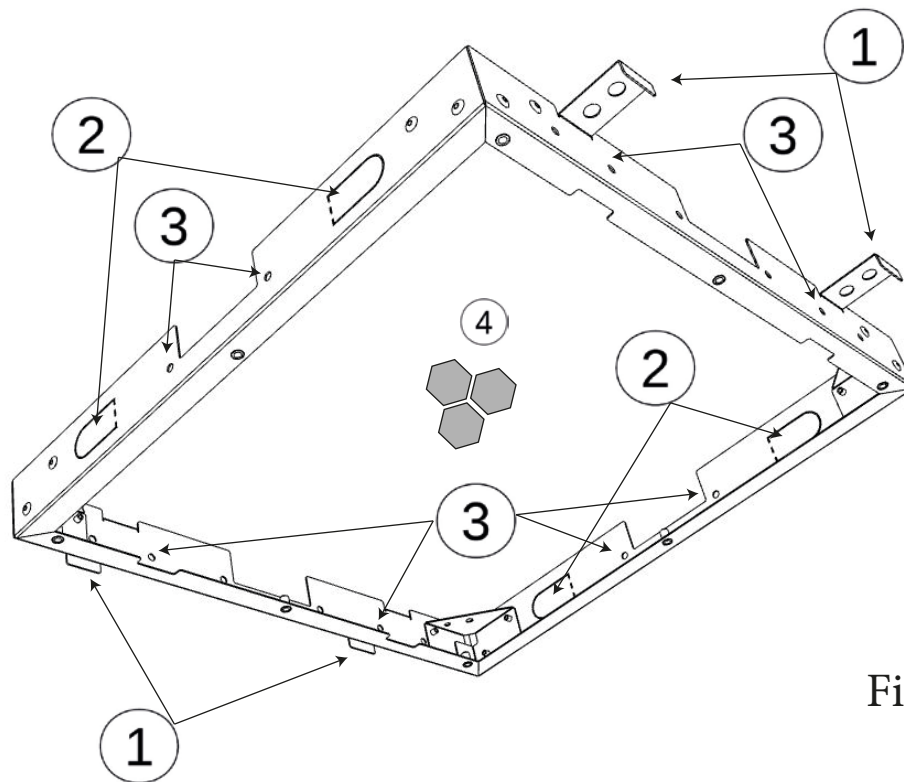

Fig. 1
**IT** - Per una corretta installazione del soffione multifunzione (fig.1) è necessario fissare saldamente il telaio di sostegno alla struttura del soffitto (od eventualmente al telaio del controsoffitto) per mezzo delle alette di fissaggio (1) o con viti autofilettanti passanti nei fori (3). Se possibile utilizzare anche le staffe di fissaggio (2) per migliorare il bloccaggio.
**EN** - For a correct installation of the multifunctional showerhead (fig.1), is necessary to securely fix the support frame to the ceiling frame (or to the false ceiling frame) through the fins (1) or through set screw in the slots marked as (3).